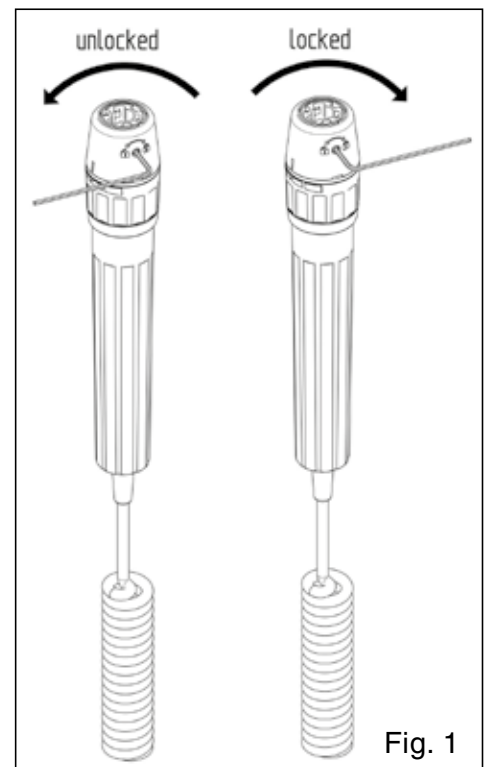

Fig. 1
- Påsatte instrumenter kan sikres mot ikke tilsiktet løsning, ved å bruke den vedlagte sekskantnøkkelen som vist i Fig. 1.